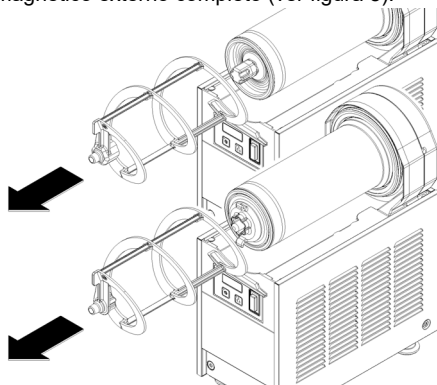

figura 7
- 3 Desenfiar del evaporador el rascador exterior (ver figura 7) y después el Rotor